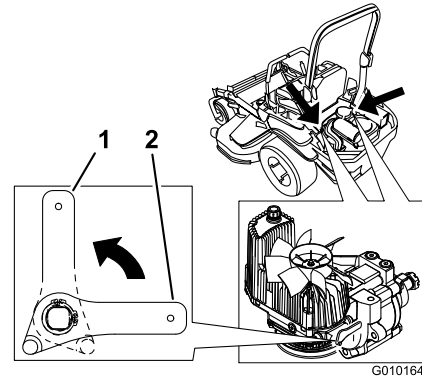

Bild 35
2. Drehen Sie zum Schieben der Maschine das Sicherheitsventil heraus. So kann Hydrauliköl an der Pumpe vorbei direkt zu den Rädern fließen, die sich daraufhin drehen können (Bild 35).
4. Stellen Sie die Ablassventilhebel zum Schieben der Maschine horizontal (Bild 35).